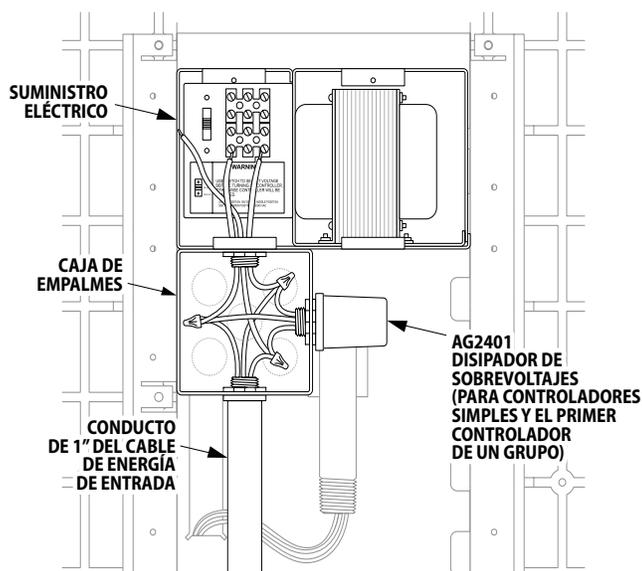

Figura 3
2. Fije la caja de empalmes al conducto con un empalme corto y los conectores que se requieran como se muestra en la Figura 3.
1. En la caja de empalmes, conecte los hilos de energía eléctrica de CA (negro, blanco y verde) como se muestra en la Figura 3.